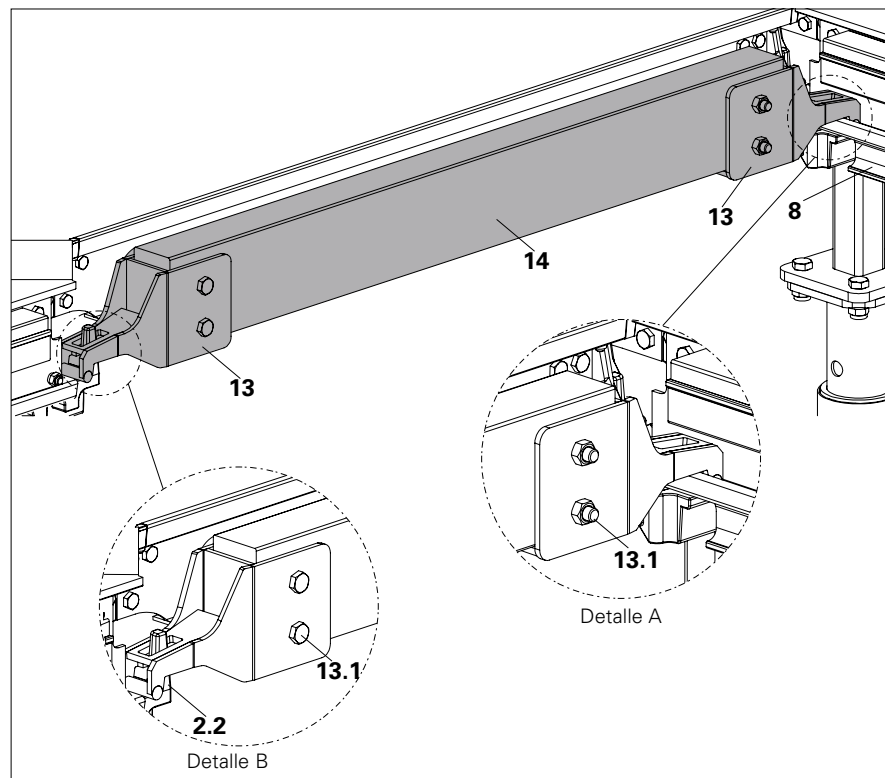

Fig. A7.04
1. El premontaje del cabezal de viga secundaria (13) y la madera (14) de tamaño 50 x 100 mm debe realizarse en el suelo.
- Taladre la madera (14) y fije la madera al cabezal de viga secundaria (13) con 2 tornillos y tuercas (M10 x 80) (13.1) (número de referencia 710593 y 710234) a cada lado. (Fig. A7.04), (fig. A7.05) y (tabla A7.02).
2. Fije siempre la viga de compensación ADF (8) paralela a la dirección más larga.
3. Fije el conjunto de la viga secundaria en paralelo a la dirección más corta con un extremo en el borde de la viga de compensación ADF (8) tal y como se muestra en el detalle A y el otro extremo en el pasador de la placa móvil (2.2) del cabezal de caída ADH (2) tal y como se muestra en el detalle B (fig. A7.04).